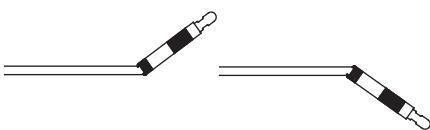

Figura 6
2. Apoi îndreptați la locul tubului de împingere; continuați să îndoiați și să îndreptați până când tubulatură tubului de împingere se deschide și elementul de detasare devine vizibil (Figura 6).